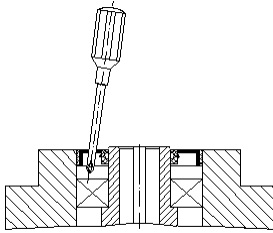

图 24
6.2.3.1 如图 24 所示，利用工具将油封从齿轮箱中拆出。